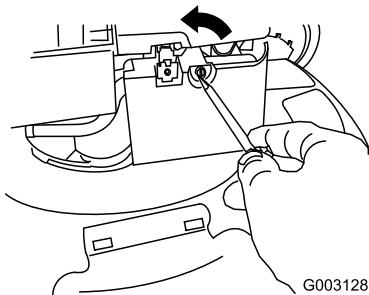

Figure 33
- Ouvrez le couvercle du filtre à air avec un tournevis (Figure 33)